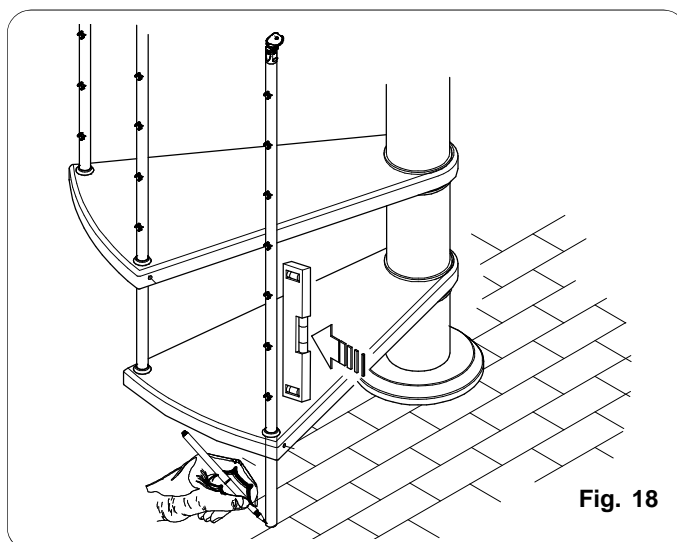

Fig. 18
- Une fois arrivé à la première marche, il faut fixer la colonne au sol. Procéder comme suit: marquer au sol le centre de la colonne, en ayant soin que la colonne soit le plus verticale possible. (au besoin, utiliser un niveau comme illustré fig. 18).